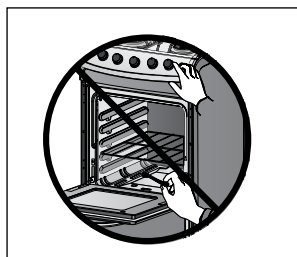

Figura 43
- En ningún caso deben utilizarse simultáneamente la fuente de calor de gas y la resistencia de gratinado (Ver figura 43).